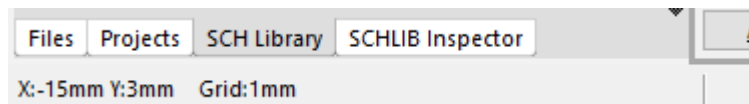

Рис.9. Значення сітки на панелі стану
- Для початку необхідно визначити яку сітку краще використовувати. Оскільки, сторони резистора 4 та 10 мм, тому оптимальніше використовувати сітку з кроком 1мм або 2мм. Для цього потрібно натискати клавішу «G» та у лівому нижньому куті обрати бажане значення (Рис.9).